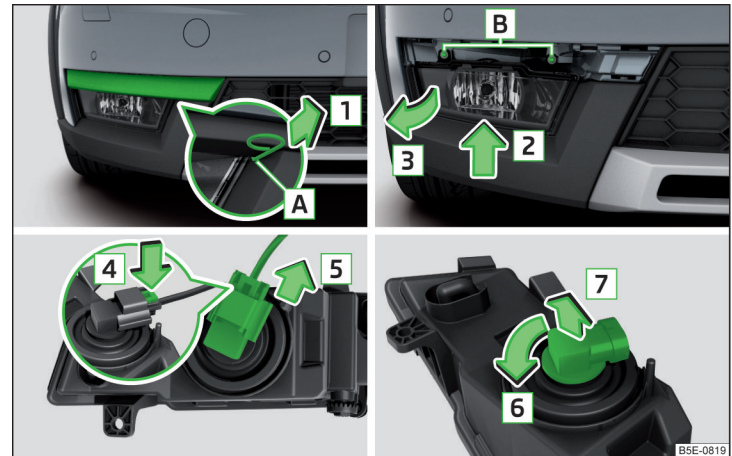

Abb. 365 Nebelscheinwerfer herausnehmen / Glühlampe wechseln - Variante 2
- In die Öffnung **A** » Abb. 365 den Bügel zum Abziehen der Radvollblenden einführen.
- › Den Nebelscheinwerfer entgegen der Pfeilrichtung **3** » Abb. 365 einsetzen und festschrauben.